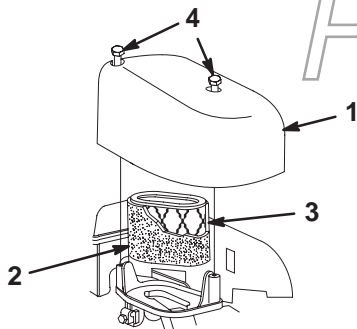

Bild 22
3. Entfernen Sie die Schrauben, mit denen die Luftfilterabdeckung abgesichert wird (Bild 22).
4. Entfernen Sie die Luftfilterabdeckung und reinigen sie gründlich (Bild 22).
6. Waschen Sie den Schaumeinsatz in milder Seifenlauge. Tupfen Sie ihn dann trocken (Bild 22).
7. Entfernen und entsorgen Sie den Papierfilter (Bild 22).
8. Legen Sie neuen Papierluftfilter in den Schaumeinsatz ein (Bild 22).
9. Bauen Sie den neuen Luftfilter ein (Bild 22).
10. Bringen Sie die Abdeckung wieder an (Bild 22).